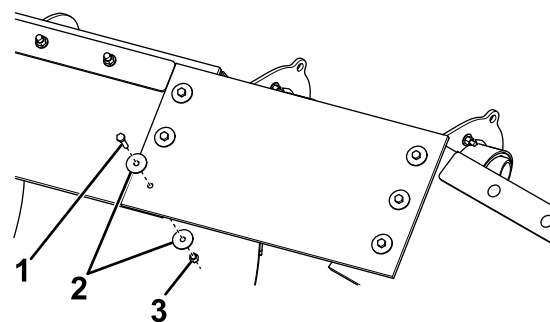

Bild 16
10. Bohren Sie ein Loch mit 9,5 cm Durchmesser durch die Lamellen und sichern Sie die beiden Abschnitte mit einer Schraube (1/4"), zwei Kotflügelscheiben und einer Nylon-Sicherungsmutter (1/4"), wie in Bild 16 dargestellt.
12. Bohren Sie ein Loch mit 9,5 cm Durchmesser durch die Lamellen und sichern Sie die beiden Abschnitte mit einer Schraube (1/4"), zwei Kotflügelscheiben und einer Nylon-Sicherungsmutter (1/4"), wie in Bild 16 dargestellt.
Nylon-Sicherungsmutter ($\frac{1}{4}$ "), wie in Bild 16 dargestellt.